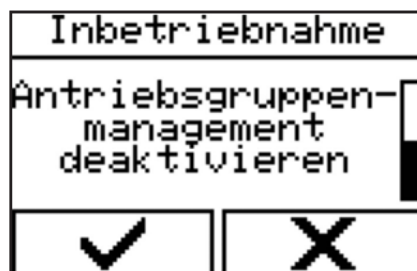

Abbildung 87 - Antriebsgruppenmanagement deaktivieren
- 1. Menü über „Steuerung“ → „Inbetriebnahme“ → „Antriebsmanagement deaktivieren“ (Abbildung 87) auswählen.